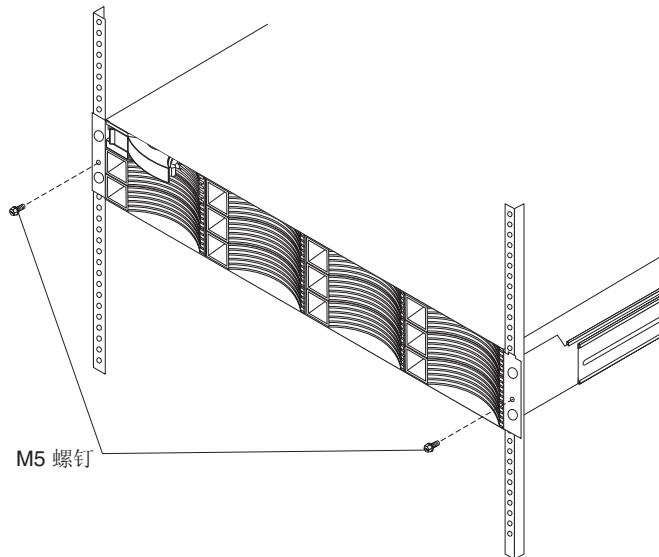
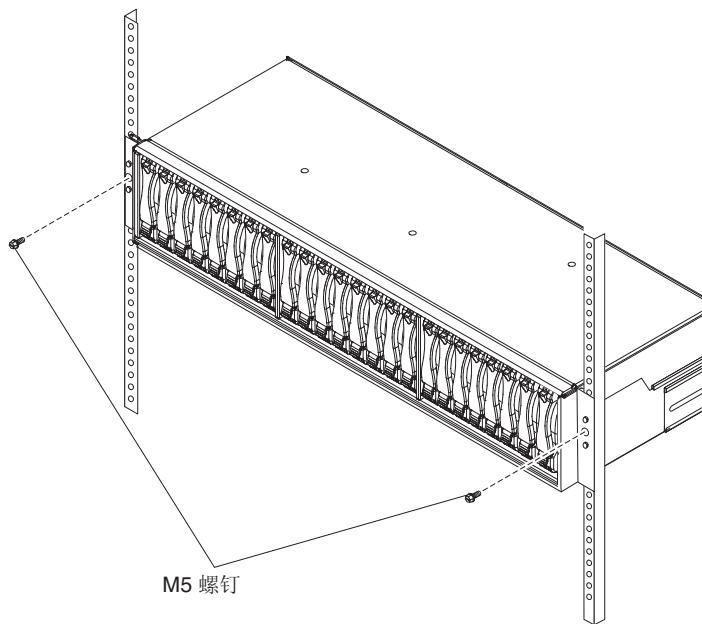

图 11. 将 DS3512 或 EXP3512 固定到机架中
图 12. 将 DS3524 或 EXP3524 固定到机架中
4. 将一颗 M5 螺钉插入存储子系统或扩展机柜前部每侧的支持孔中并将其拧紧，如图 11 中的 DS3512 或 EXP3512 以及图 12 中的 DS3524 或 EXP3524 所示。